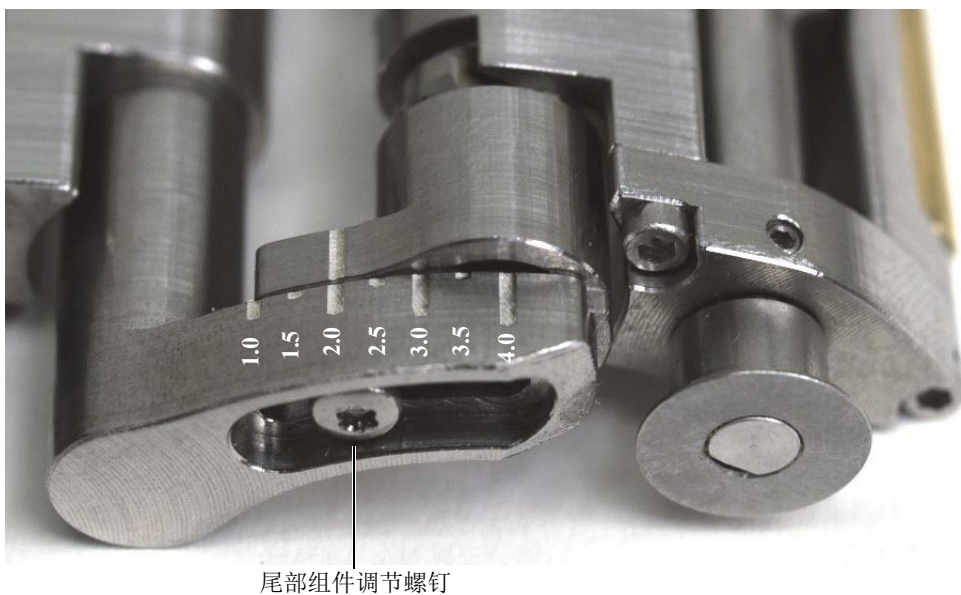

图 2-22 配置到 2.0 位置的尾部组件示例
- a) 拧松尾部组件调节螺钉，然后将尾部组件滑动到适当的设置编号处。尾部组件的设置编号对应于尾部组件的卡槽（参见第 35 页的图 2-22）。